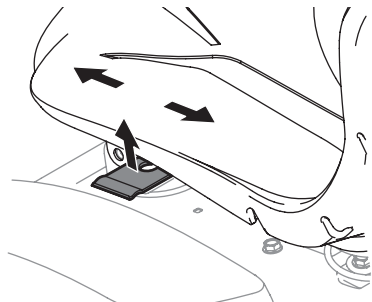

Figura 13
15. Suelte la palanca de ajuste. Asegúrese de que el asiento esté fijo en su posición antes de utilizar el tractor (Figura 13).